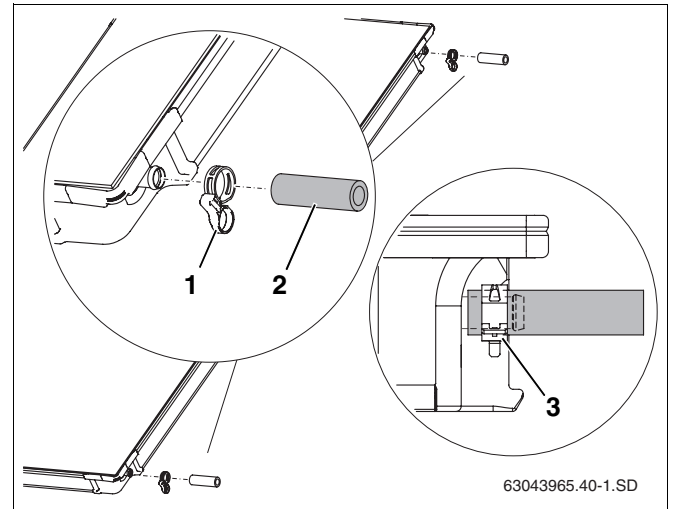

Fig. 20 Montaje previo del juego de conexión
- ▶ Montar los tubos solares de 95 mm (fig. 20, **pos. 2**) sobre las conexiones a la derecha del segundo y subsiguientes colectores.
- ▶ Deslice las abrazaderas (fig. 20, **pos. 1**) sobre el tubo solar (la segunda abrazadera sirve más tarde para asegurar la conexión del otro colector).
- ▶ Después de que la abrazadera se encuentre bien montada, retire el anillo tensor para asegurar la conexión (fig. 20, **pos. 3**).